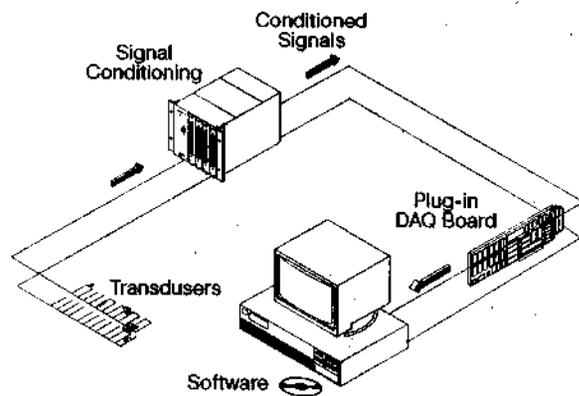

Рис. 2.1. Типичная система сбора данных
*Сбор, или ввод/вывод данных* (Data Acquisition - DAQ), упрощенно можно определить как процесс измерения реального сигнала, например электрического напряжения, и передачи этой информации в компьютер для обработки, анализа, преобразования и хранения. На рис. 2.1 показаны компоненты типичной системы сбора данных. Человек научился преобразовывать большинство физических явлений в сигналы, которые можно измерять: скорость, температура, влажность, давление, текучесть, pH, пространственное положение, радиоактивность, интенсивность света и т.д. Датчики (иногда говорят «измерительные преобразователи» или «сенсоры») воспринимают действие физических явлений и преобразуют их в электрические сигналы согласно определенным пропорциям. Например, *термопара* (thermocouple) преобразует температуру в электрическое напряжение, которое может быть измерено при помощи аналого-цифрового преобразователя (АЦП).